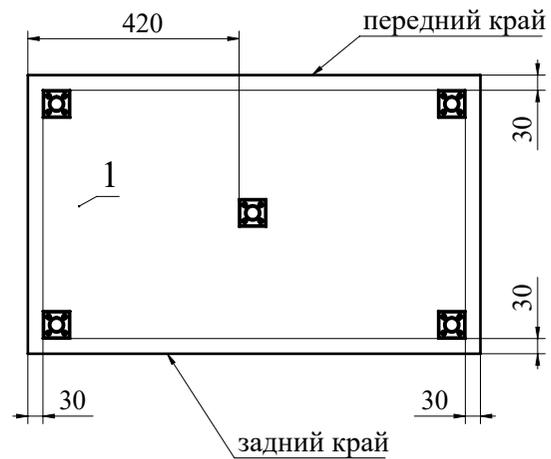

Рис.4
5. Прикрутите при помощи шурупов 3,5x16 опоры к детали 1 (Рис. 4).